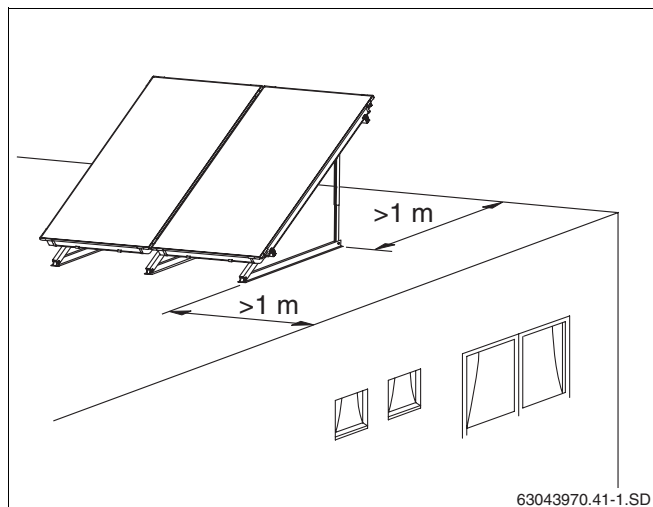

Fig. 15 Distância do bordo do telhado
- Antes da montagem, preveja uma distância de, pelo menos, um metro entre os suportes para telhado plano e o bordo do telhado plano (fig. 15).